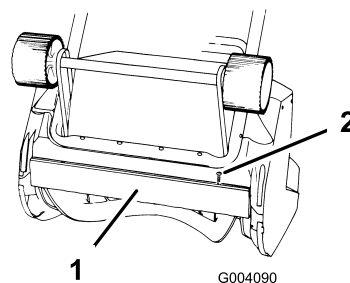

Figura 12
Il raschiatore si trova in fondo alla sede del rotore, come illustrato nella Figura 12.
1. Togliete le due viti che fissano il raschiatore al tosaerba (Figura 12).